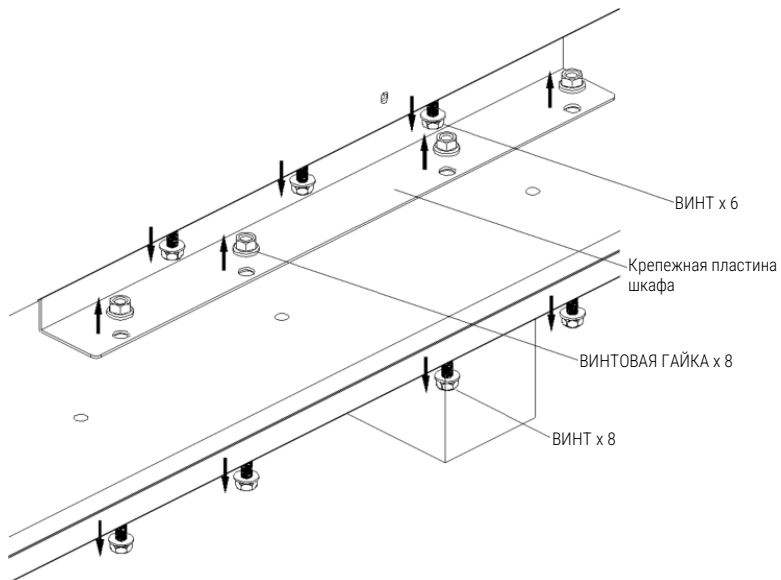

Рис. 2-3
3. Снимите 2 крепежные пластины корпуса и ослабьте регулировочные ножки, повернув их против часовой стрелки. Затем сдвиньте шкаф с поддона. См. рисунок 2-3.